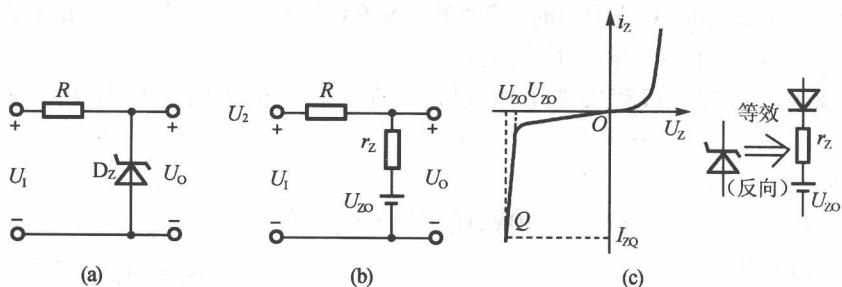

图 15.14
15.2.8 电路如图 15.14(a), 未经稳定的直流输入电压 U_1 可变; 稳压管型号为 2CW58, 该管在反向流过 5mA 测试电流时, 其端电压为 10V, 动态电阻 r_z 为 20Ω , 管子的最大稳压电流 I_{ZM} 为 26mA, 限流电阻 $R = 1k\Omega$ 。
- (1) 试求对应于图 15.14(c) 所示的硅稳压管模型中的 U_{Z0} ;
- (2) $U_o = 10V$ 时, U_1 的值应等于多少?
- (3) 若 U_1 在上面求得的数值基础上变化 $\pm 10\%$, 试求 U_o 及 I_L 相应的变化范围;
- (4) 若 U_1 处于 6V 到 9V 的范围内, U_o 将为多大?
【逻辑推理】 当要考虑 r_z 的影响时, 必须用图 15.14(b) 所示模型的等效硅稳压管, 画出所求解电路的等效电路, 方可求解。注: 此等效电路为反向时的等效电路。
解: (1) 由图 15.14(b) 可见
(4) 由图 15.14(b) 可见, 当 $U_1 < U_{Z0}$ 时, 图(a) 中的硅稳压管不会被击穿, 似同开路。故 U_1 处于 6V 到 9V 范围内时, 其值低于 9.9V 的 U_{Z0} , D_Z 不被击穿, R 中无电流, U_O 将跟随 U_1 在 6V 到 9V 的范围内变化。